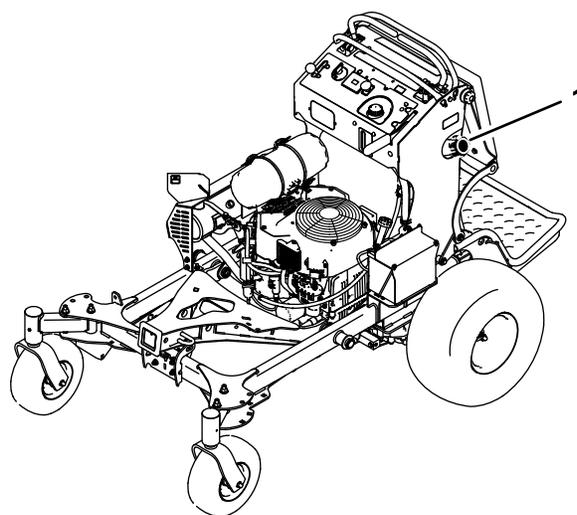

Figure 43
3. Nettoyez la surface autour du bouchon du réservoir de carburant pour éviter que des débris ne tombent à l'intérieur du réservoir (Figure 43).
6. À l'aide du siphon, vidangez le carburant dans un bidon propre (Figure 43).